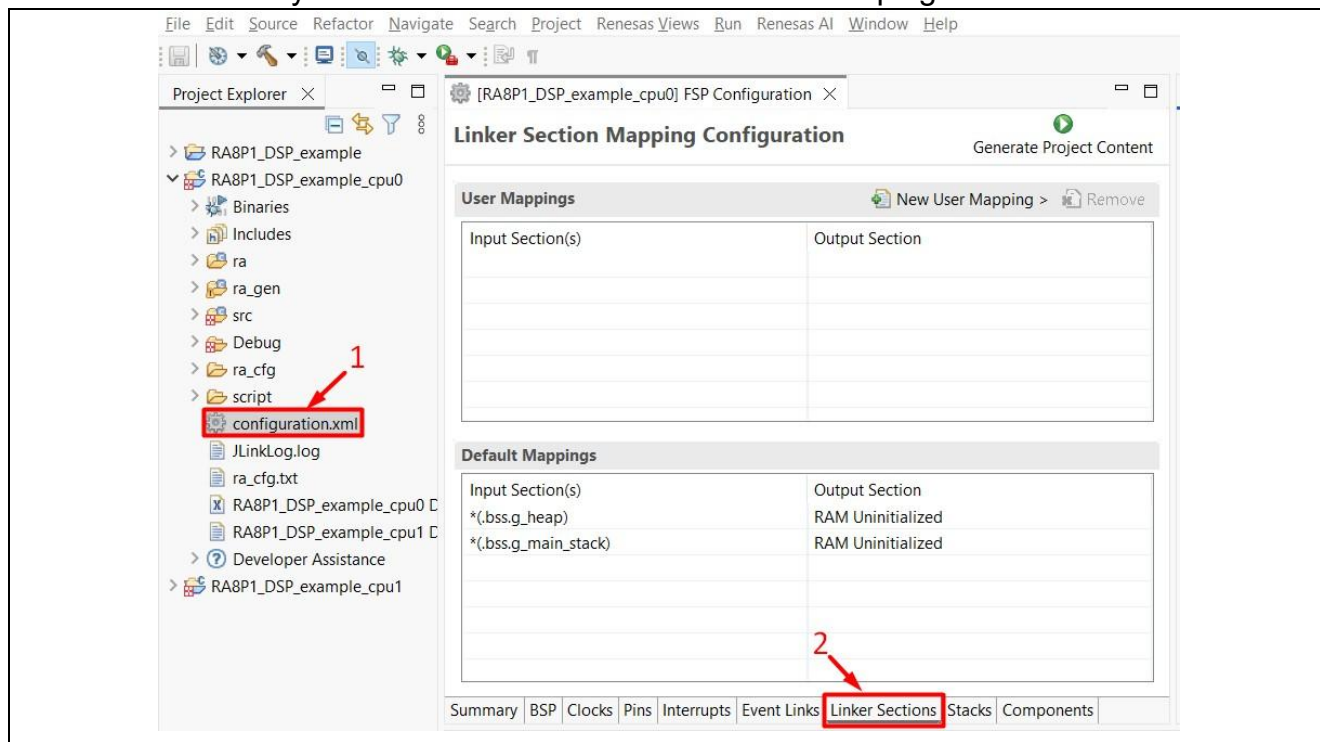

图 23. 打开 Linker Sections 选项卡
3. 导航到 Linker Sections 选项卡（参见图 23）。